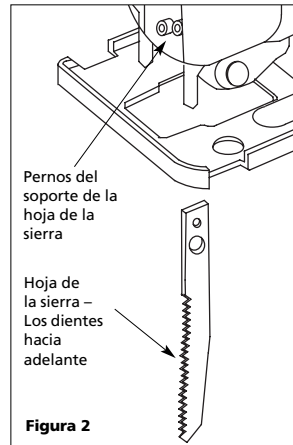

Figura 2
2. Introduzca la hoja en la ranura con los dientes hacia adelante (Figura 2). La parte superior de la hoja se debe introducir lo suficiente hasta que toque el sujetador de la hoja.